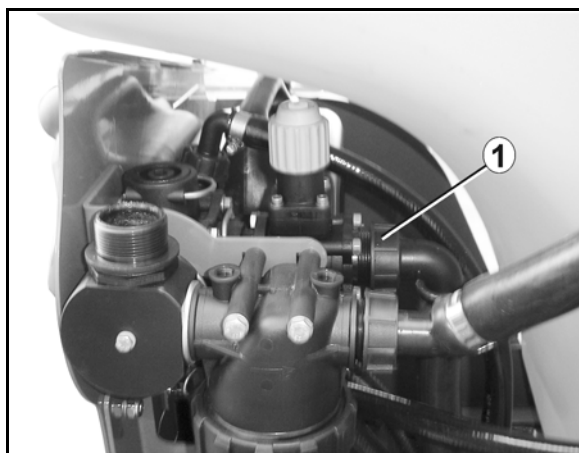

Fig. 8
1. Undo the sleeve nut (Fig. 8/1).